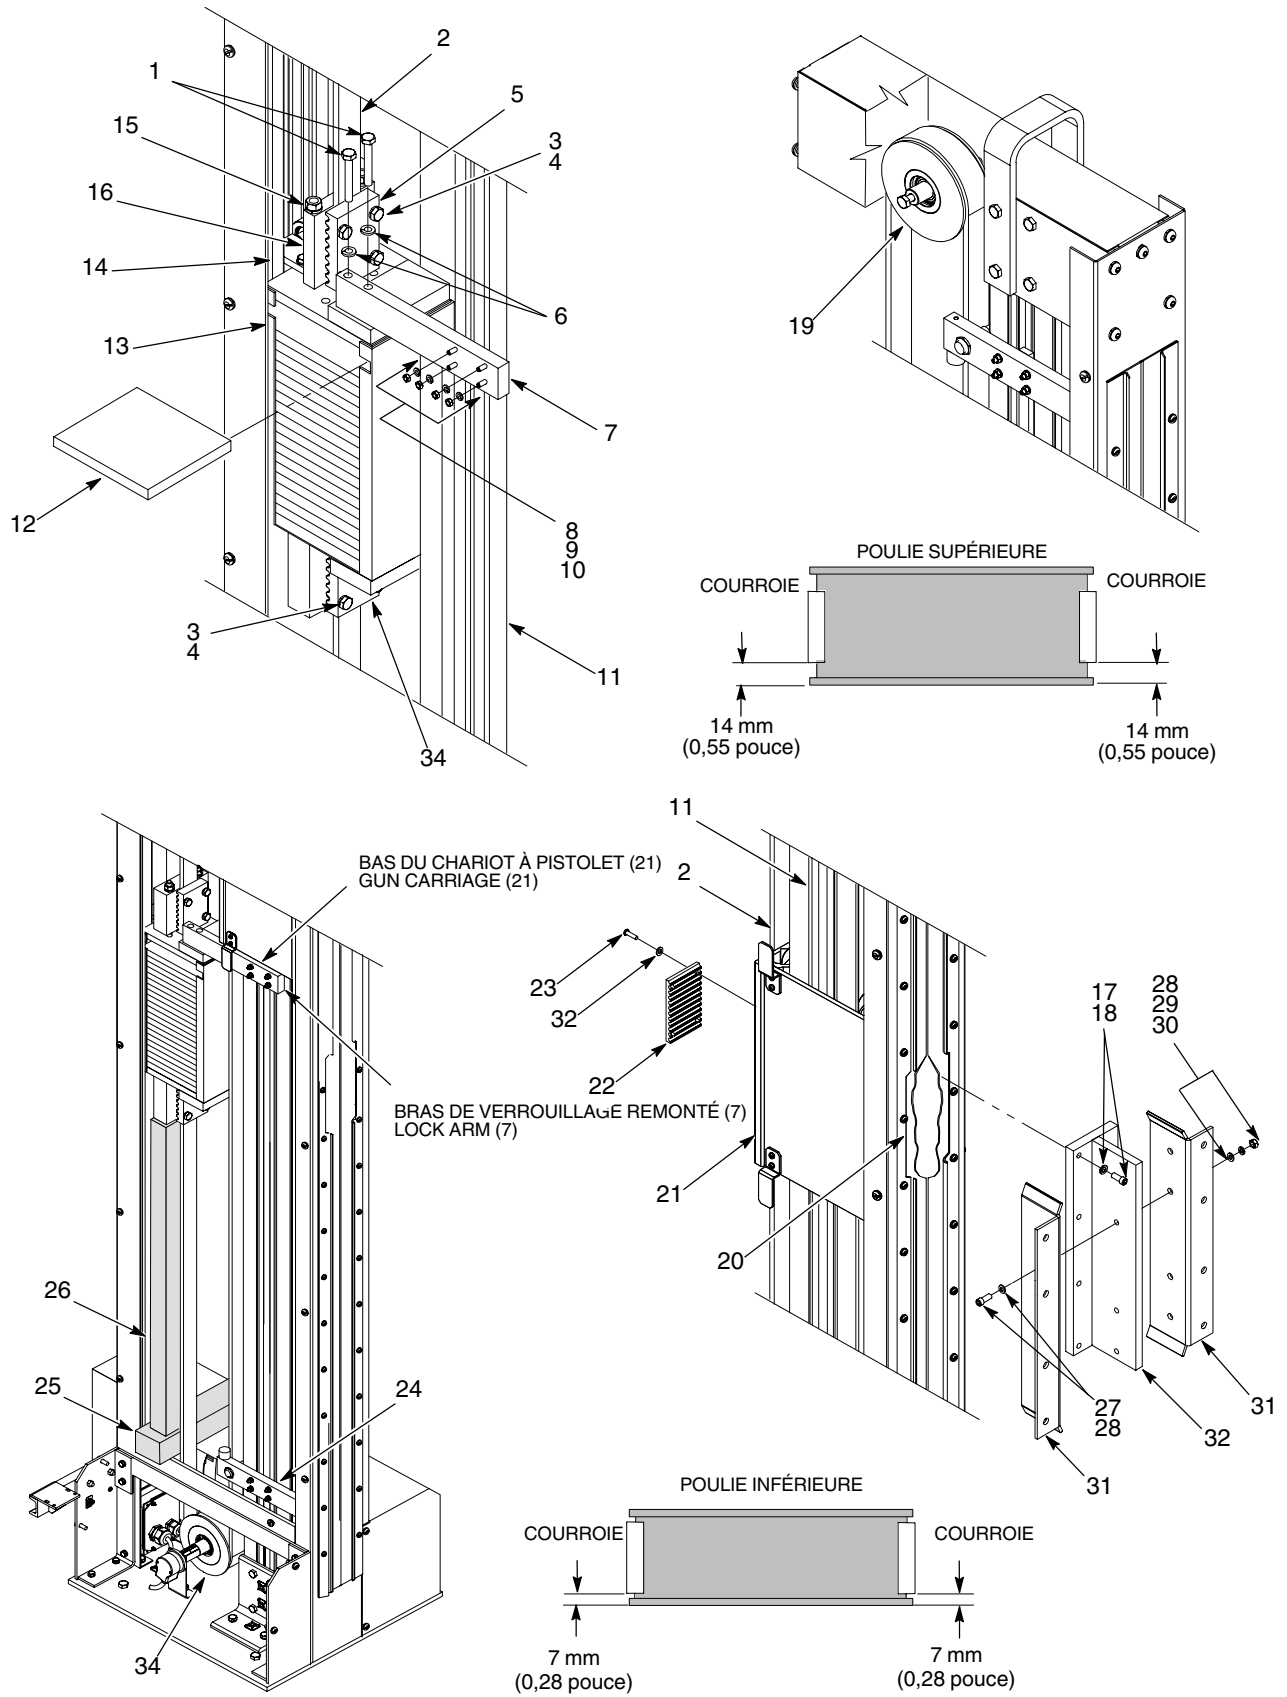

Fig. 18 Montage du support du chariot à pistolet
1. Voir la figure 18. Pose de la courroie :